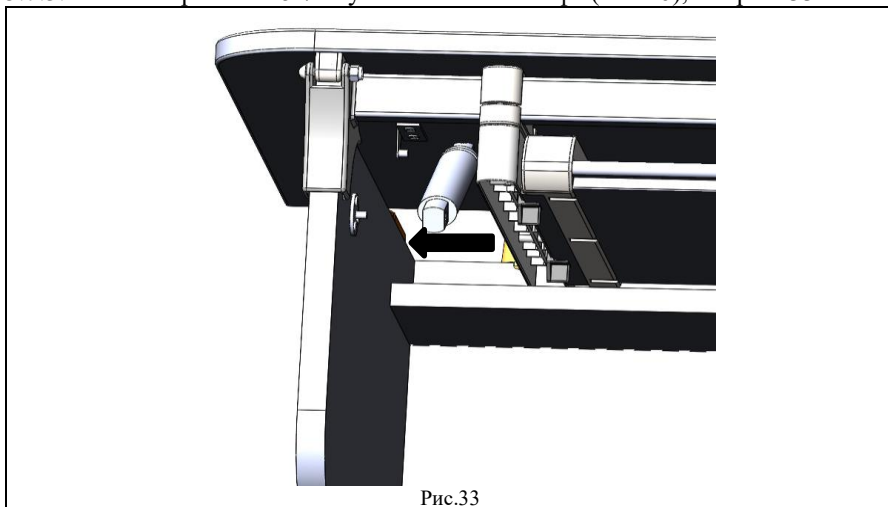

Рис.33
5.7.3. К сборке по п.5.7.2. установить газ. лифт (поз.16), см. рис. 33